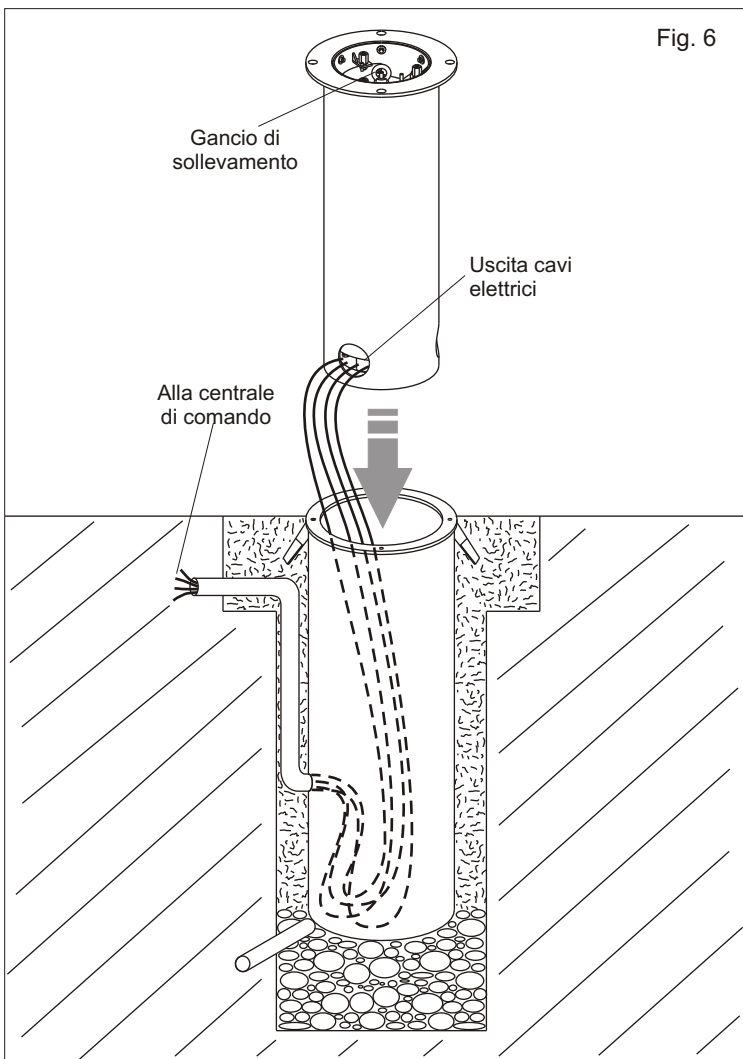

Fig. 6
2.2. Utilizzando il gancio di sollevamento, inserire il dissuasore nell'alloggiamento (Fig. 6).